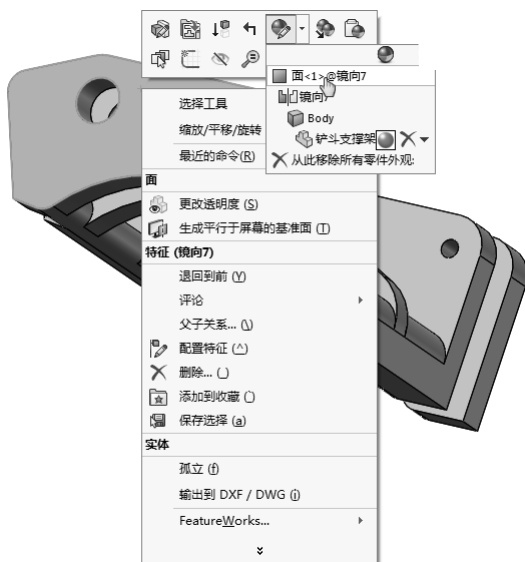

图 8-45 快捷菜单 3
1) 右击图 8-44 所示的面 1, 在弹出的快捷菜单中单击  (外观) 按钮, 在下拉菜单中选择刚选中的面, 如图 8-45 所示。